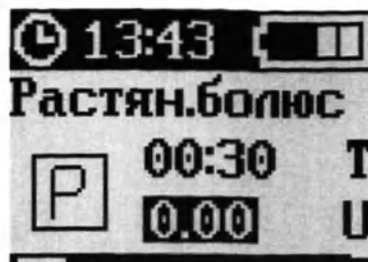

Рисунок 108 – Экран «РАСТЯН.БОЛЮС» (доза)
7. Нажать кнопку «ОК» для подтверждения ввода минут и перехода к установке количества вводимой дозы инсулина (рисунок 108).